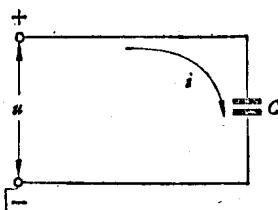

图 1-7
电容器用符号  表示，文字用 C 表示，见图 1-7。单位用法拉 (F)、微法拉或微微法拉。微法拉简称微法 (μF)， $1\mu\text{F} = \frac{1}{10^6}\text{F}$ ，微微法拉简称微微法 (pF)， $1\text{pF} = \frac{1}{10^{12}}\text{F}$ 。